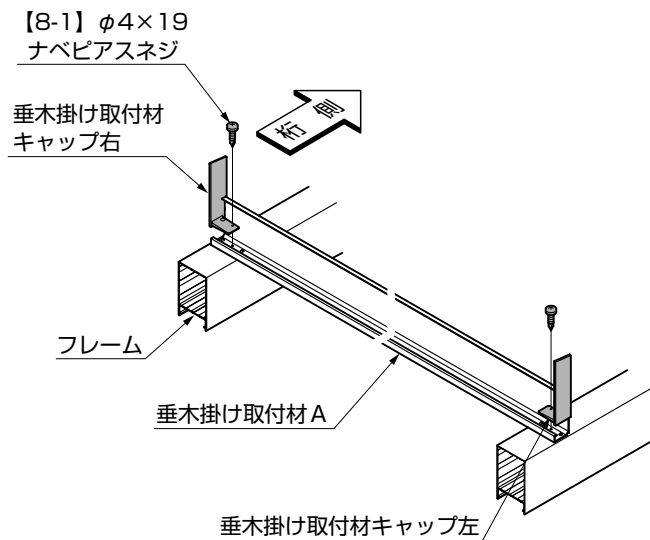
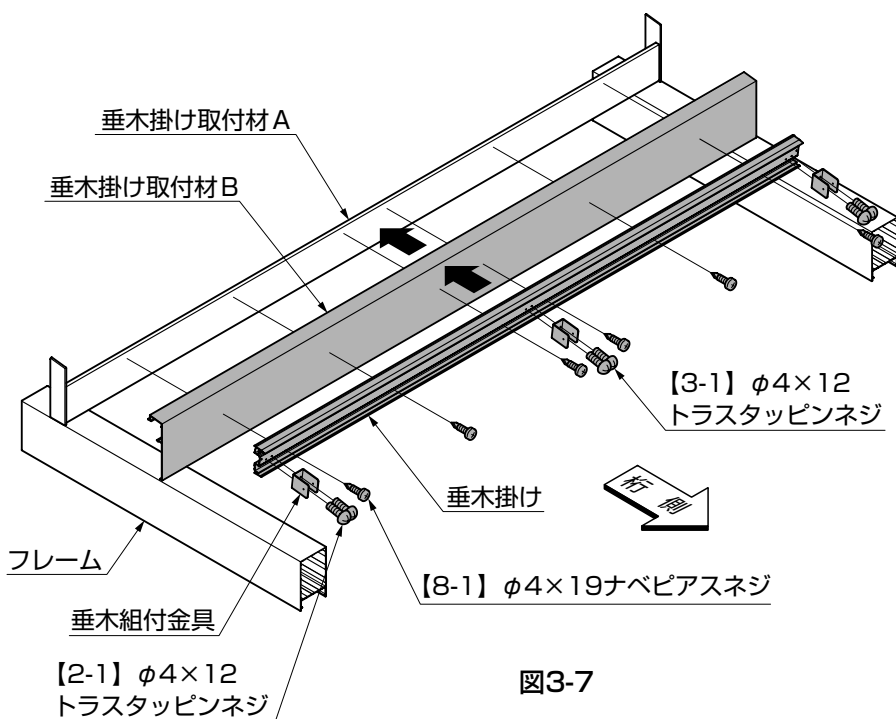
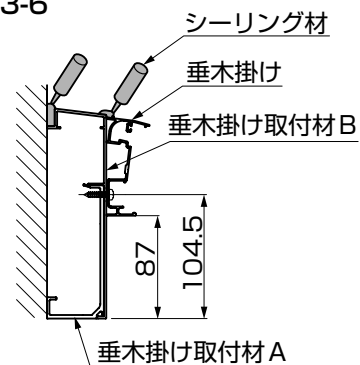
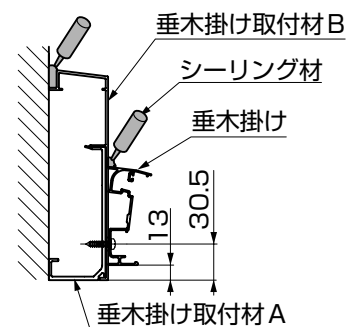

図3-6
図3-7
図3-8 6尺の場合
図3-9 4尺の場合
- ②垂木掛け取付材キャップを垂木掛け取付材Aとフレームに【8-1】で取付けてください。(図3-6参照)
- ③垂木掛け取付材Bを垂木掛け取付材Aにはめ込んでください。
- ④垂木掛けを垂木掛け取付材Bと垂木掛け取付材Aに【8-1】で取付けてください。(図3-7、図3-8、図3-9参照)
- ⑤垂木組付金具を垂木掛けに【2-1】、【3-1】で取付けてください。